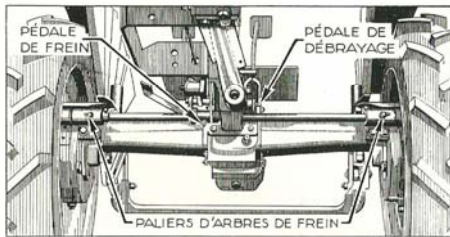

Fig. 10
- Le graisseur de la pédale de débrayage (fig. 10);
- Le graisseur de la pédale de frein (fig. 10);
- Les deux graisseurs des paliers d'arbre de frein (Fig. 10);